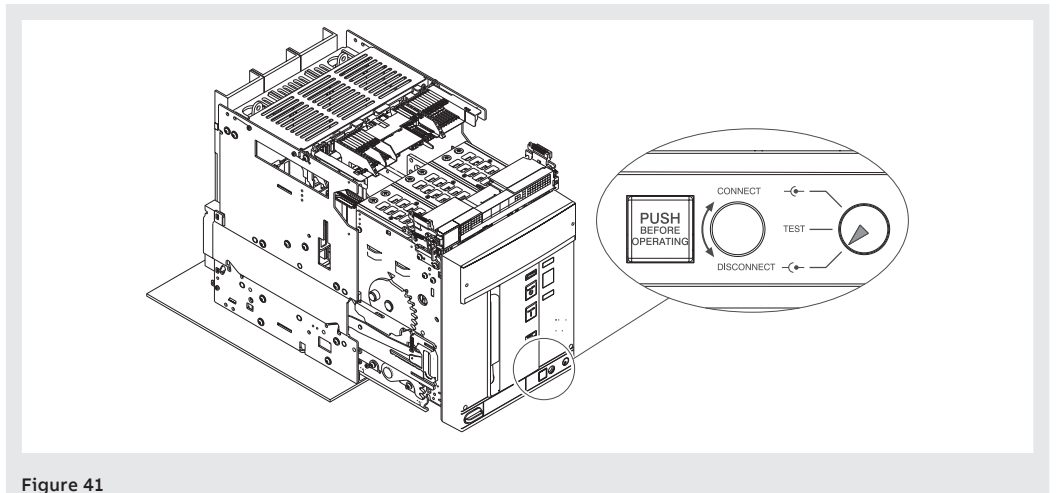

Figure 41
6. Vérifier que l'indicateur signale la position **DISCONNECT**. Voir Figure 41.